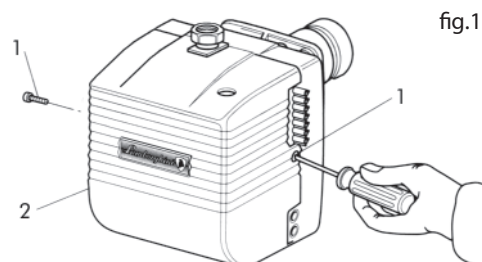

fig.1
Para acceder a los componentes principales es suficiente quitar la tapa protectora como ilustra la (fig.1).
- Desatornillen los tornillos 1 y quiten la tapa protectora 2 (fig.1).